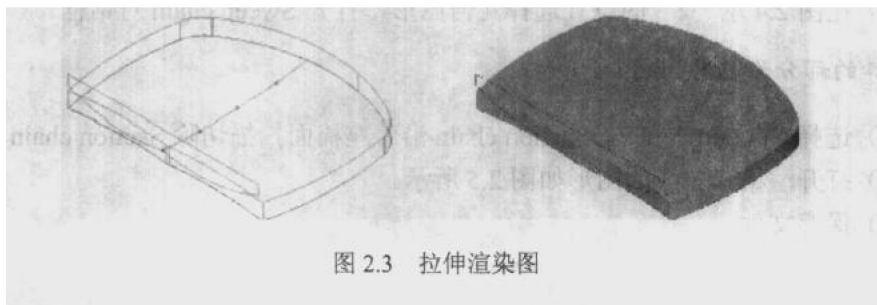

图 2.3 拉伸渲染图
(9) 通过 Alt+S 快捷键, 打开渲染, 几何图形如图 2.3 所示。